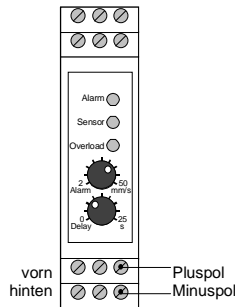

Bild 5: Stromversorgungsklemmen
**Versorgungsspannung** Das M10 benötigt zum Betrieb eine Gleichspannung zwischen 20 und 28 V, wie sie üblicherweise in Steuerschränken vorliegt. Geeignet sind auch 24 V-Netzgeräte für DIN-Schienenmontage. Die Stromaufnahme beträgt 50 mA. Bild 5 zeigt die Klemmenbelegung. Das M10 ist gegen Verpolung und gegen kurze Überspannungsimpulse geschützt.